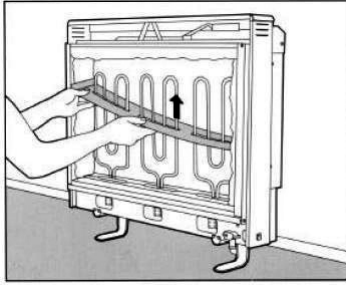

Figura 9
11. Retirar los separadores de cartón situados dentro del futuro núcleo y que se han dispuesto para evitar que las resistencias se puedan desplazar durante el transporte, procure no dañar los aislamientos. (Figura 9)